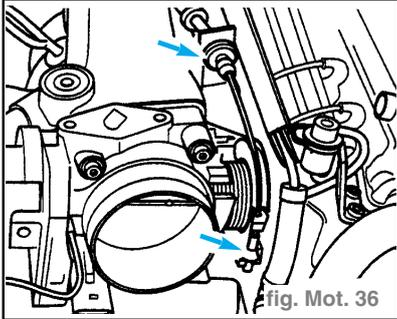

fig. Mot. 36
- Décrocher le câble d'accélérateur de la came de câble de l'unité de commande de papillon et du contre-palier -flèches- (ne pas retirer le crantage sur le contre-palier). (fig. Mot. 36)